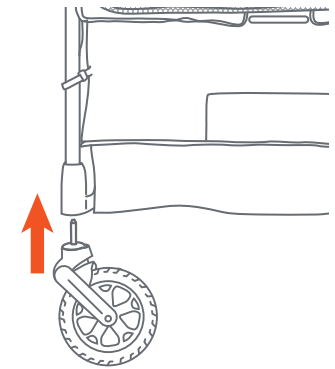

Fig. 1
- 1) • Insert front wheel axle pin into the wheel hub until the wheel locks firmly into place. Repeat on other side. (Fig. 1).
- Inserte el pasador del eje de la rueda delantera en el cubo de la rueda hasta que la rueda encaje firmemente en su lugar. Repita en el otro lado (Fig. 1).